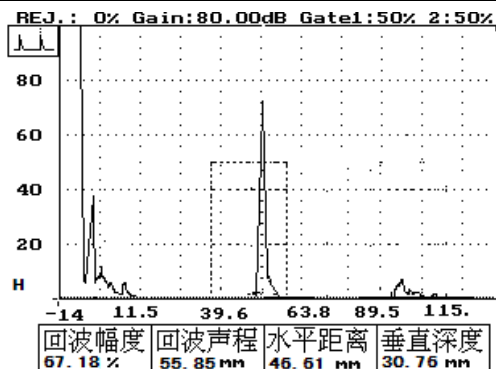

图 23-1
- 1、按闸门键和方向键——将前闸门套住所探头对标准试块的多次反射中的某次反射波（如图纵波探头，则将闸门套住标准试块 CSK—1A 上的 25mm 或 100mm 板厚的多次反射中的某次发射波。如用横波探头，则将闸门套住标准试块 CSK—1A 上半径为 50mm 或 100mm 圆弧的反射波）。如图 23-1 所示。